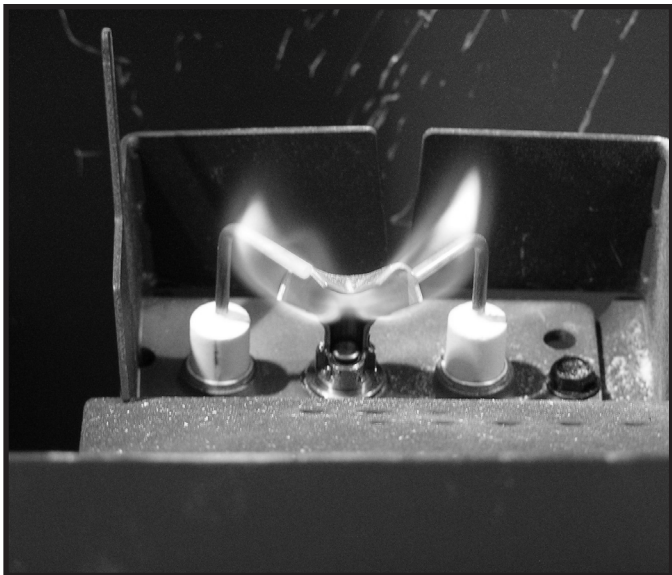

Figure 4.2 Modèles de flamme de la veilleuse IPI - Support de veilleuse générique montré
- Inspectez la qualité de la flamme de la veilleuse. Voir la figure 4.2 pour un modèle de flamme de la veilleuse. Nettoyez ou remplacez l'orifice si nécessaire.